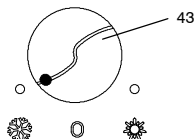

fig. 5.5
- 2 Assicursi che il commutatore di funzione (43) sia posizionato come in fig. 5.5 e che il termostato ambiente, se, installato sia in posizione "richiesta calore".